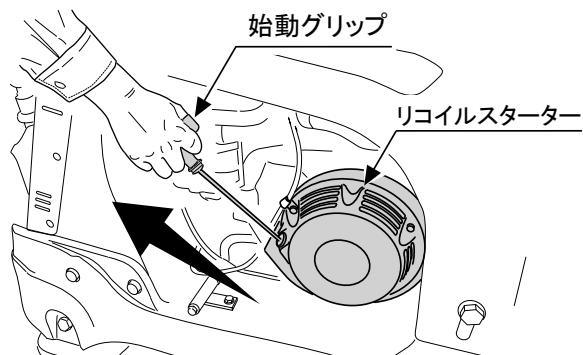

図 13
- リコイルスターターの始動グリップを握り、最初に軽く負荷がかかる位置まで引きます。そこから勢い良く引張ってください。この時、ロープを引張り過ぎるとロープが切れたり抜けてしまう恐れがありますので御注意ください。またエンジン始動後も始動グリップは引いた状態で離さないで、持ったままでゆっくりと戻してください。(図13)